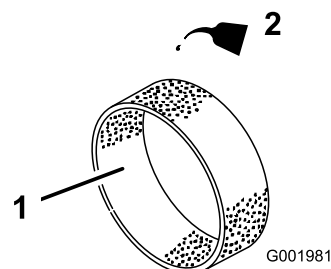

図 44
4. 乾いたら新しいエンジン・オイルを30～60 cc含ませる(図 44)。